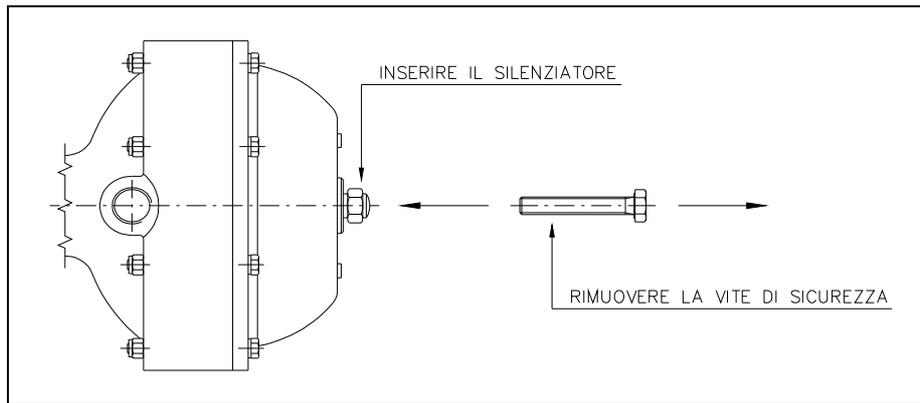

Figura 3
6. Alimentare il pistone e sostituire la vite TE di sicurezza con il silenziatore C61126 (Figura 3).